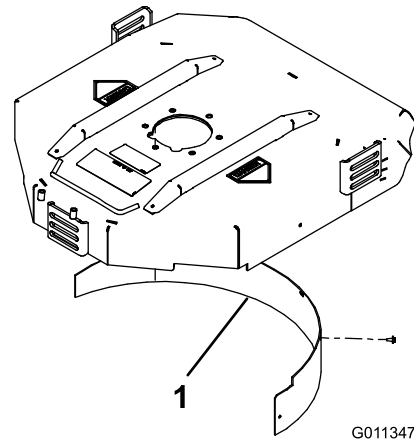

Figura 19
2. Instale el deflector de mulching en el hueco trasero y fíjelo con 5 tornillos con arandela prensada (Figura 19).